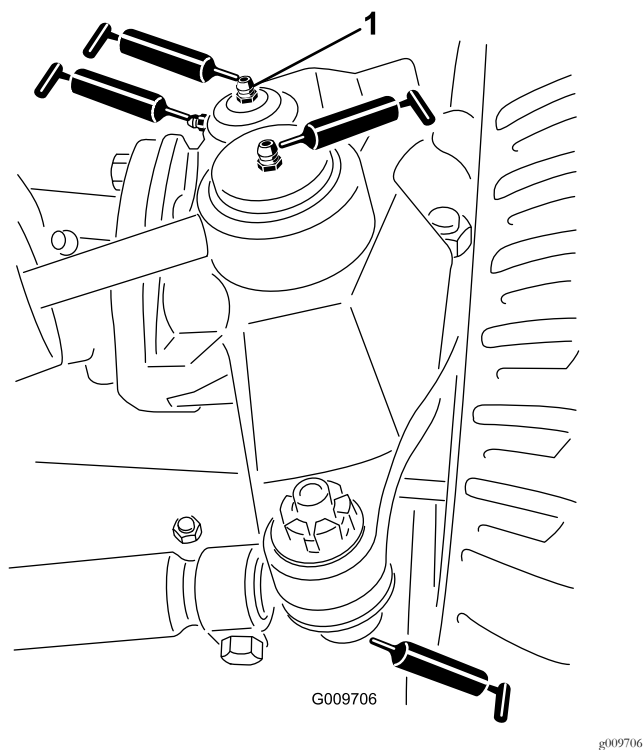

図 34
- 図 34に示す、ステアリングシリンダのボールジョイント2ヶ所
- 図 34に示す、タイロッドのボールジョイント2ヶ所
- 図 34に示す、キングピンのブッシュ2ヶ所